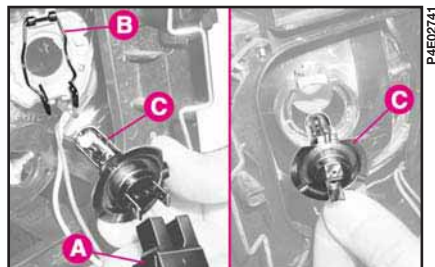

fig. 13
2) Sfilare il connettore **A-fig. 13**. Sganciare la molletta di fissaggio **B-fig. 13** ed estrarre la lampada **C**.